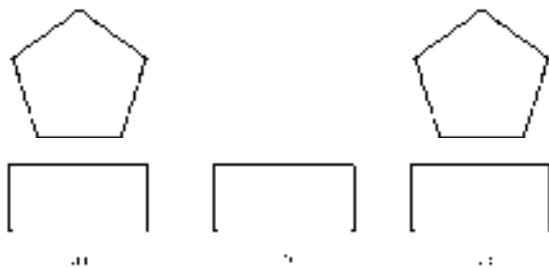

图 7-2 删除图形对象
(2) “对象”选项组 该选项组用于选择制作图块的对象以及对象的相关属性。如图 7-2 所示,把图 7-2a 所示的正五边形定义为图块,图 7-2b 所示为选中“删除”单选按钮的结果,图 7-2c 所示为选中“保留”单选按钮的结果。